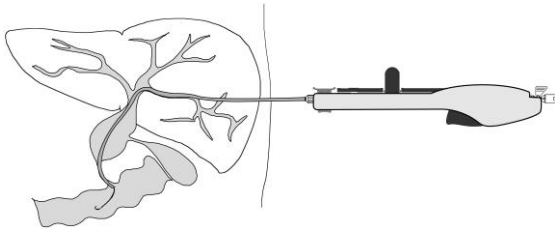
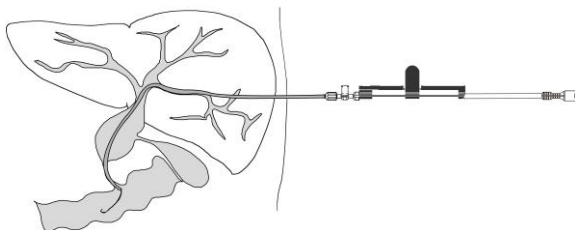

図8-1
図8-2
- (1)デリバリーシステム先端を、挿入されているガイドワイヤにかぶせながら挿入する。
- (2)目標とする狭窄部位を越えるまで、ガイドワイヤを通じてデリバリーシステムを進める。
- (3)X線透視下で、ステント両端のX線不透マーカを見ながら狭窄部にステント部を進め、狭窄部がステントの中央にくるように調整する（図8-1、図8-2）。狭窄部を一旦通過させた後、デリバリーシステム全体を少しずつ引き戻すことで、マーカの正確な位置決めを行い、さらにデリバリーシステムのたるみを取り、真っ直ぐな状態にする。